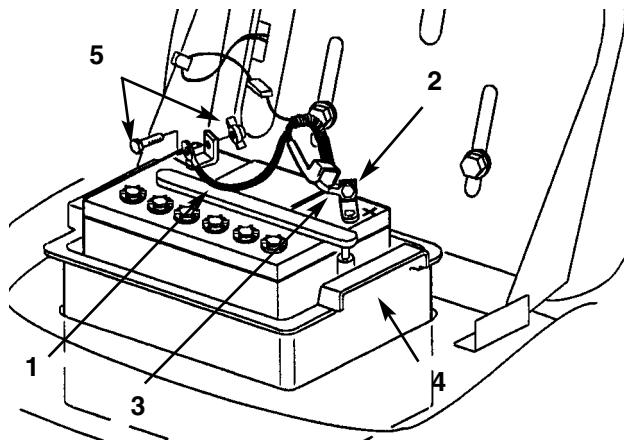

Fig. 21
1. Koble knivkontrollen fra, sett på parkeringsbremsen og drei tenningsnøkkelen til "OFF" (AV) for å stoppe motoren.
3. Ta den negative (sorte) jordkabelen av batteristolpen (fig. 21).
4. Skyv gummidekselet opp den positive (røde) kabelen og ta kabelen av batteristolpen (fig. 21).
3. Fest den positive (røde) kabelen til den positive (+) batteristolpen (fig. 21) med bolten og vingmutteren. Sett deg godt inn i alle kontrollene (fig. 1) før du starter motoren og bruker klipperen.
4. Fest den negative (sorte) kabelen til den negative (-) batteristolpen (fig. 21) med bolten og vingmutteren.